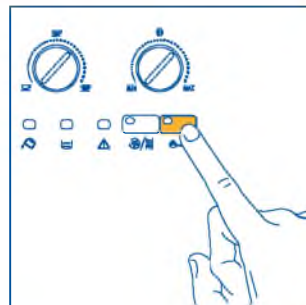

Рис. 18
1. Нажмите кнопку для использования молотого кофе ; рис. 18. Индикатор в кнопке загорится, указывая, что функция задана, а кофемолка отключена.